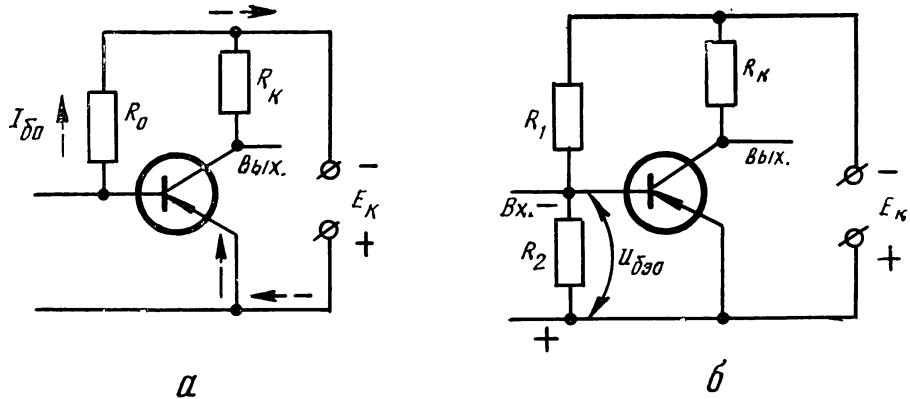

Рис. 2. Схемы смещения:
1. Смещение фиксированным током базы осуществляется включением резистора R_{o} между базой и источником коллекторного питания (рис. 2, а). Его сопротивление значительно больше сопротивления участка база — эмиттер для постоянного тока, поэтому ток базы можно приближенно вычислить по формуле:
2. Смещение фиксированым напряжением базы создается путем включения делителя $R_1 - R_2$ (рис. 2, б). Нижнее плечо делителя R_2 подключается между базой и эмиттером параллельно источнику сигнала или последовательно с ним. Часть напряжения источника питания E_{κ} , спицаемая с R_2 , является напряжением смещения $U_{\delta 3 o}$. Делитель рассчитывается так, что его ток значительно больше тока базы, протекающего через R_1 . Поэтому,